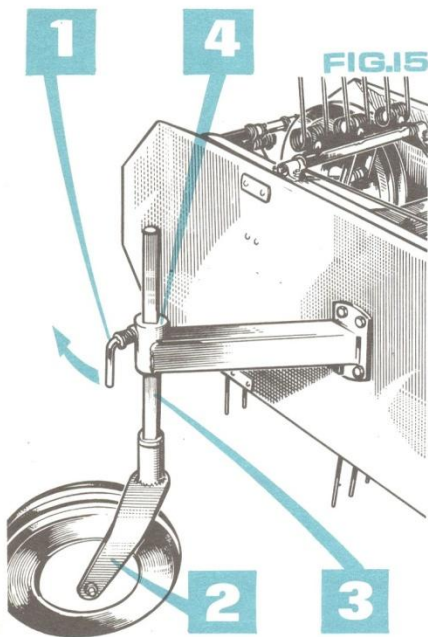

FIG.15
En s'aidant du relevage hydraulique (fig. 15) le rateau est soulevé jusqu'à décollement des roues arrière, puis sur chaque support de roue, la manivelle de verrouillage (rep. 1) est tournée vers le haut comme l'indique la flèche de la figure (15) ; la position de la jambe (rep. 2) support de roue est ensuite déterminée suivant l'inclinaison désirée, en faisant coulisser la tige à crans (rep. 3) dans son support (rep. 4).